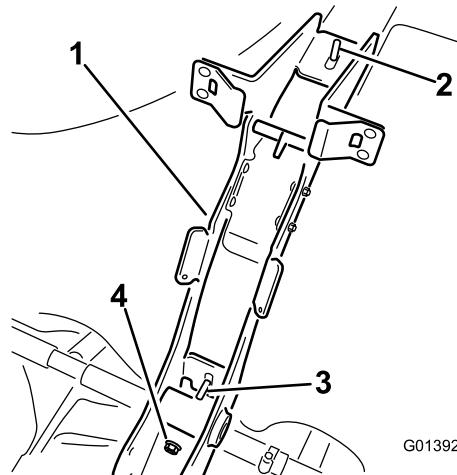

Рисунок 4
- Прикрепите основную опорную раму к хомуту бака с помощью двух фланцевых гаек (3/8-16 дюймов) (Рисунок 4).